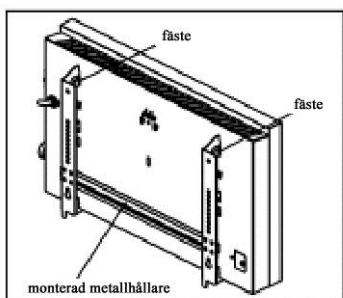

Fig. 1
- 1) Tryck ner fästet på metallhållaren och tryck hållaren nedåt (bild 1).